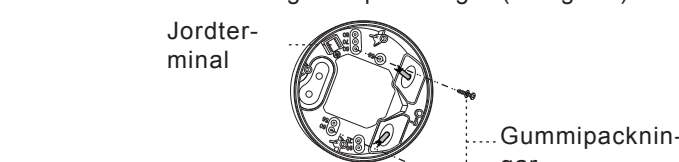

FIG. 13
- 3.4.3.3 Välj lämpliga kabelgenomgångar för att fixera kopplingsdosa på takplattans yta med 2 träskruvar som fästs med gummipackningar (se fig. 13).